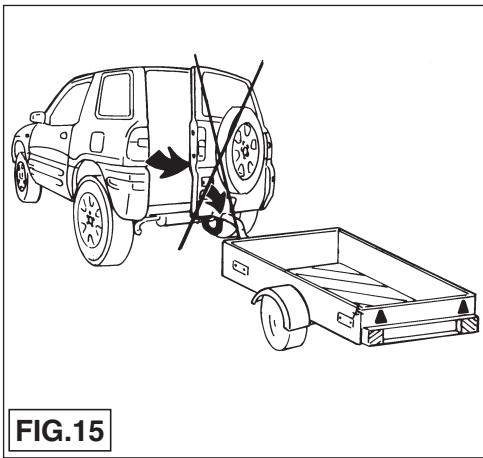
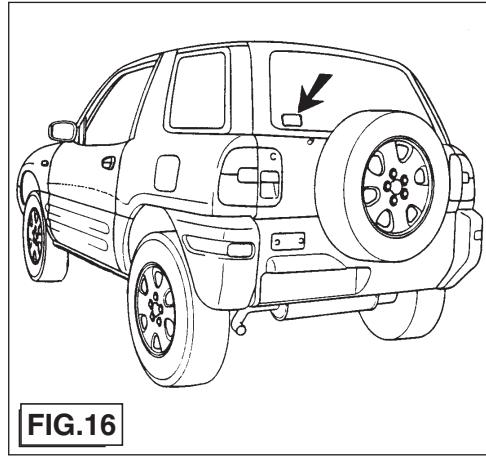

FIG.15
FIG.16
7. För att undvika att bakdörren skadas, är det viktigt att bakdörren inte öppnas vid ett påhängt släp. Se fig. 15. Klistra varningsdekalen på baksidan enligt fig. 16.
7. For at undgå beskadigelse af bagsmækken, er det vigtigt ikke at åbne bagsmækken, når der er tilkoblet en anhænger. Se fig. 16. Klæb advarselsmærket på bagruden som vist i fig. 17.
7. Para evitar daños en la puerta trasera es importante no abrir la puerta trasera con el remolque conectado. Véase la fig. 15. Poner de acuerdo con la fig. 16 el adhesivo de aviso en la luna trasera.